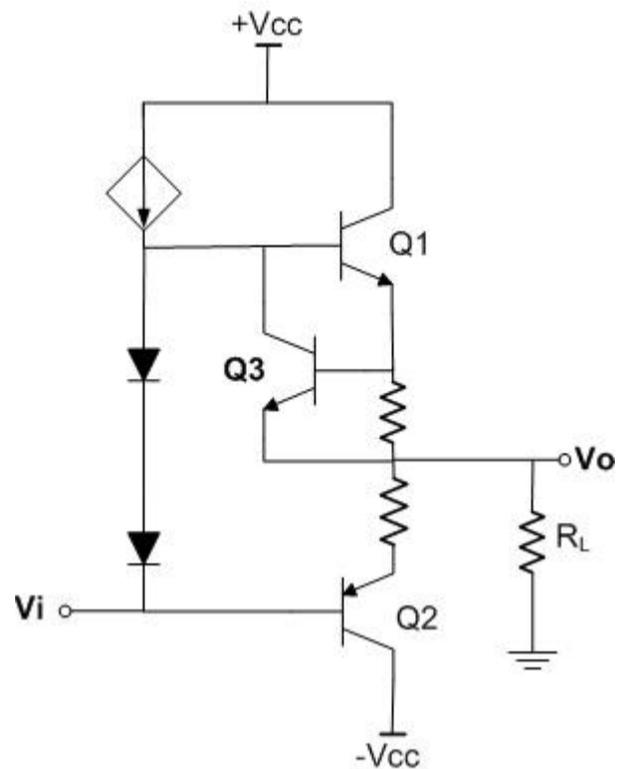

Figura 13
18. A função do transistor Q3, no circuito da figura 13, é